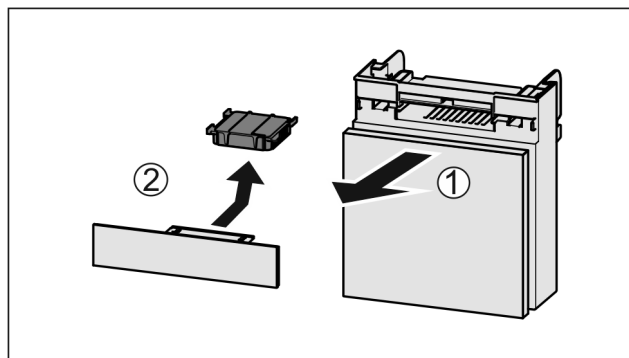

Fig. 183
- Издърпайте Fig. 183 (1) напред от отделениято.
- Извадете Fig. 183 (2) филтърът с активен въглен.